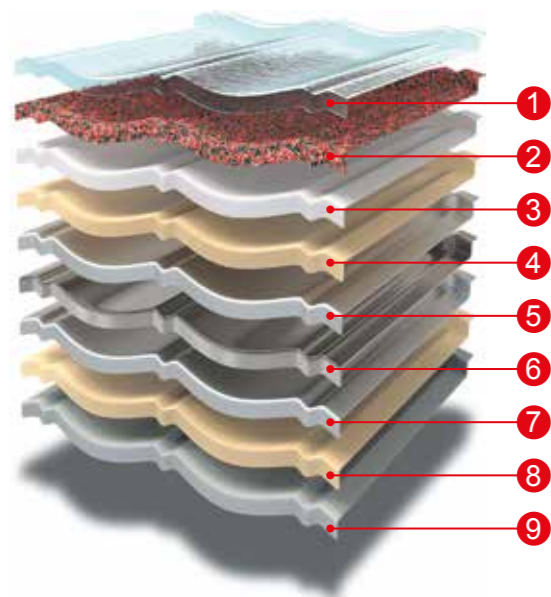

Рисунок 1
3.1.2 Структура панелей композитной черепицы многослойна, с основой из стали толщиной 0,45 мм (0,6 мм и 0,9 мм), покрытой слоем алюмоцинкового сплава. Дополнительной защитой с нижней стороны материала служат слои эпоксидной грунтовки и полиэстера, с верхней стороны – эпоксидной грунтовки, акриловой смолы, гранулы натурального камня и акриловой глазури (Рисунок 1).